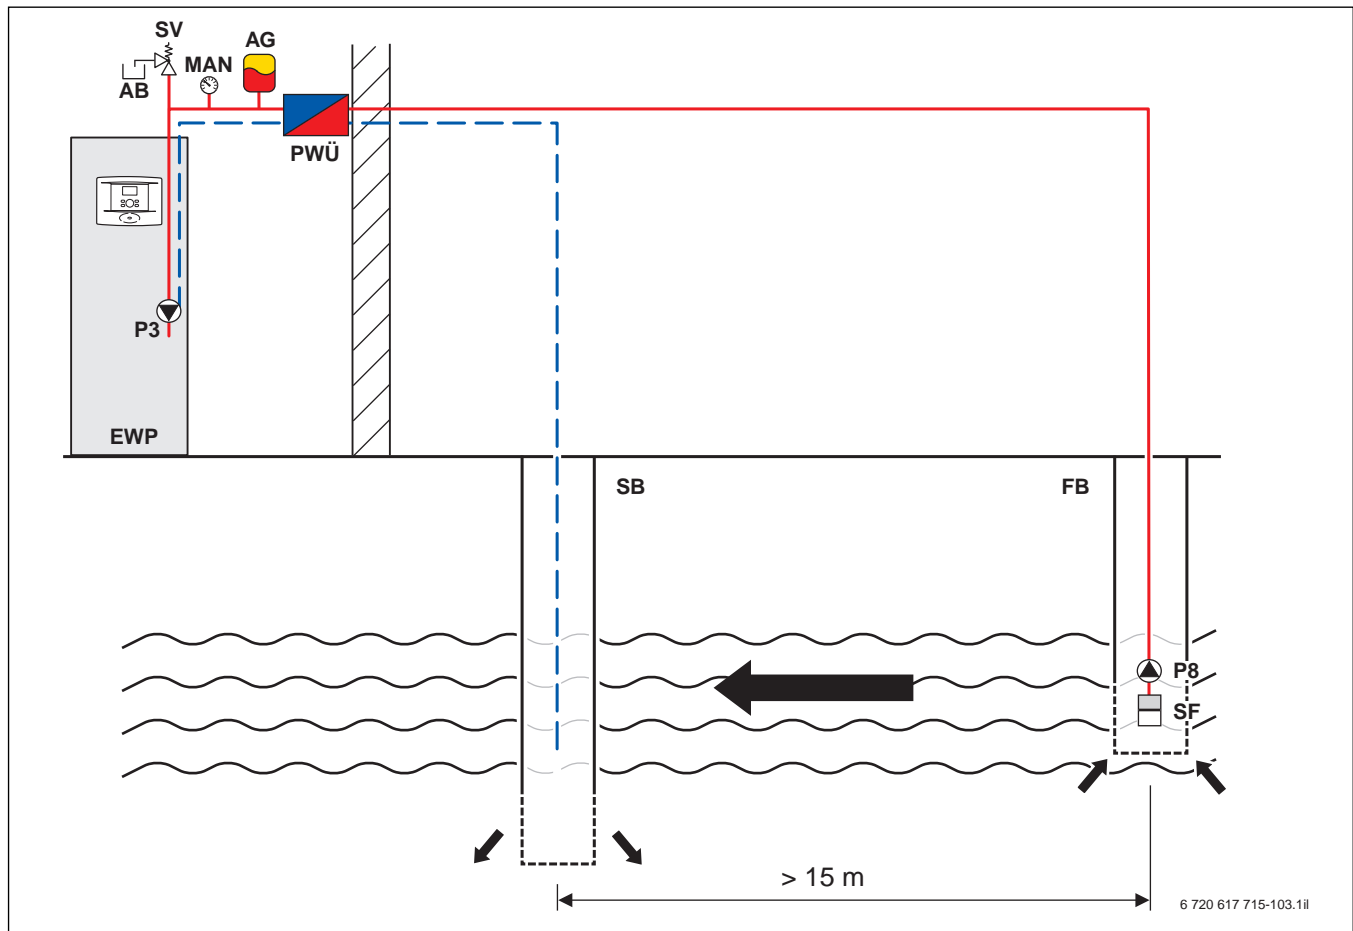

Bild 67 Funktionsprinzip Grundwasserbrunnen
**Funktionsprinzip (Bild 67)**